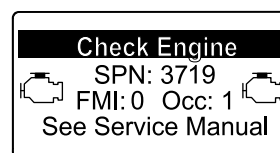

Figura 55
- Si es necesario realizar una regeneración de recuperación, el InfoCenter muestra la advertencia del motor SPN 3719, FMI 16 (Figura 55) y el ordenador del motor reduce la potencia del motor al 85 %.